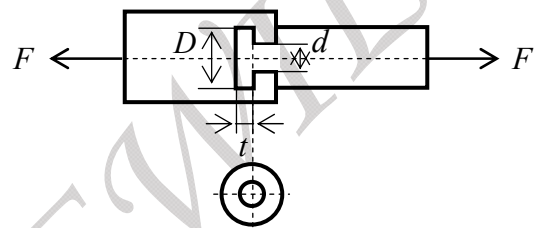

图 4
(图 4 分)
4. 叶片根部结构, 连接部位及其横截面如图 4 , 则剪切面积 $A = \pi dt$ _____ , 挤压面积 $A =$